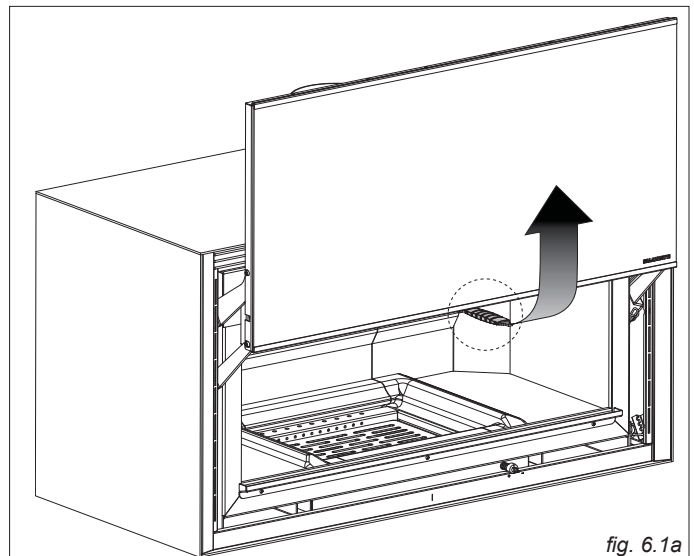

fig. 6.1a
- **IKI 16:9 et IKI Square:** insérer la clé fournie dans le crochet central de la porte (figure 6.1a.), Et tirez-le vers vous.